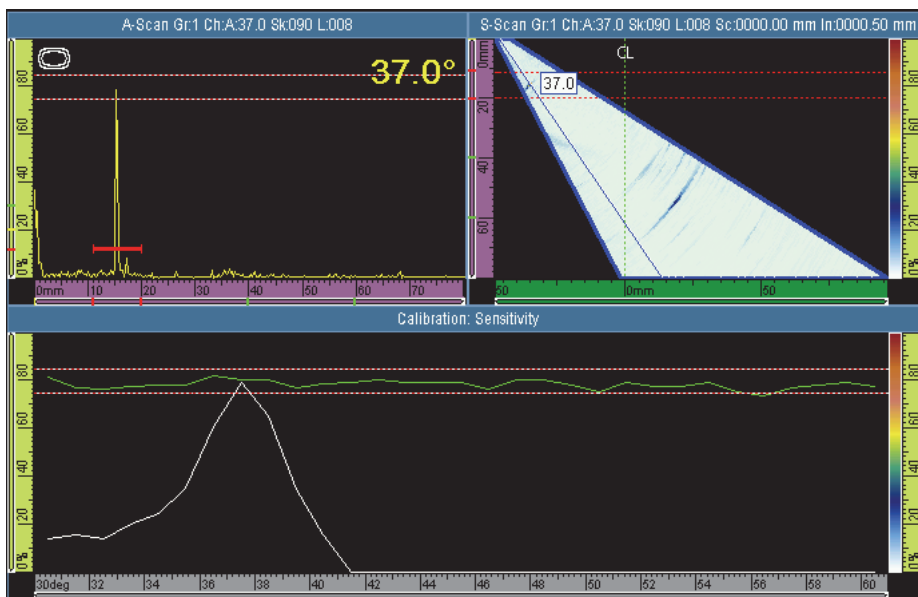

Рис. 5-14 Построение огибающей для калибровки чувствительности
- a) Перемещайте датчик вперед и назад вдоль калибровочного образца над отражателем, чтобы построить плавную огибающую в диапазоне 0-100 % для всех углов/ВАД (см. Рис. 5-14 на стр. 134).